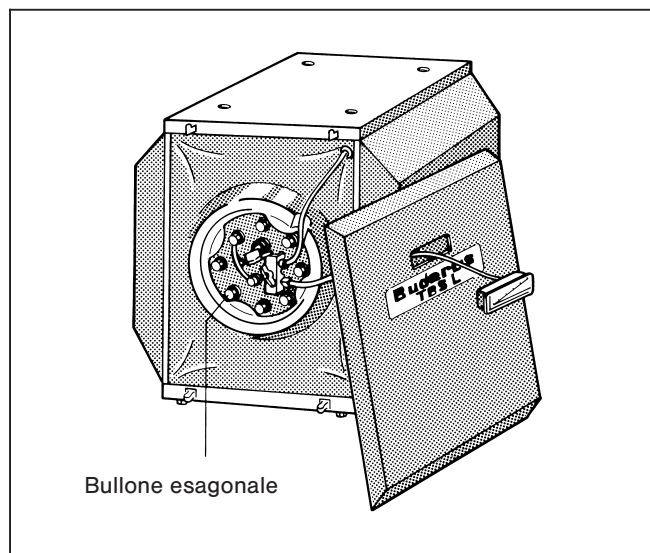

Fig. 13
- Svitare i bulloni esagonali del coperchio passamano, togliere il coperchio passamano con l'anodo di magnesio e la guarnizione (Fig. 13).
- Posare i cavi delle sonde nella fessura della protezione antitermica (Fig. 13).